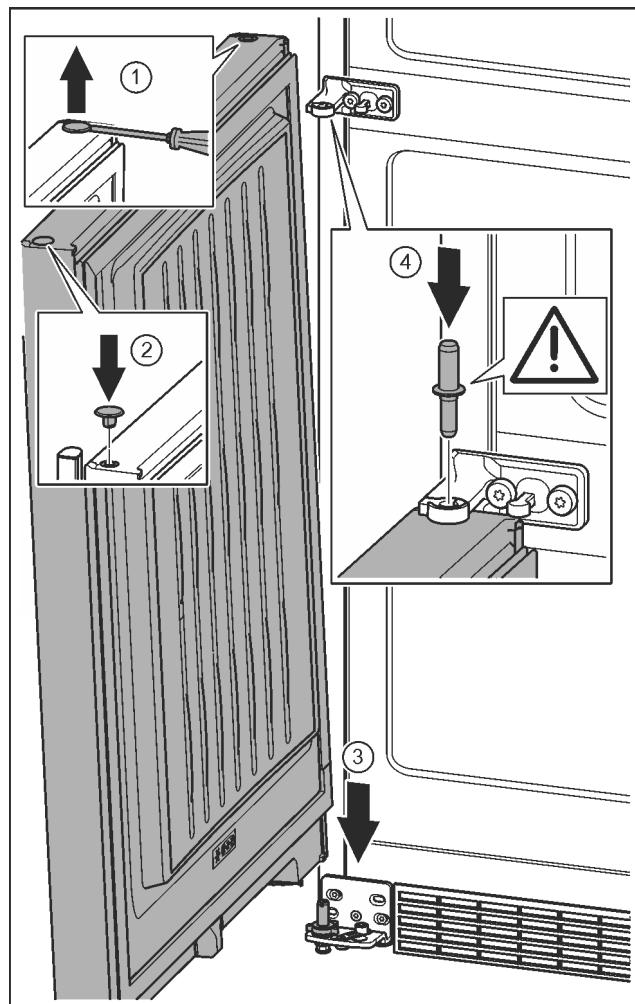

Fig. 23
- ▶ Odvijačem s ravnom glavom oprezno podignite čep i izvadite ga. Fig. 23 (1)
- ▶ Ponovo umetnite čep na drugoj strani vrata. Fig. 23 (2)
- ▶ Stavite vrata odozgo na donji svornjak ležaja. Fig. 23 (3)
- ▶ Umetnute srednji svornjak ležaja kroz srednji podložak ležaja u donja vrata. Pri tome pazite da je ispuštenje za blokiranje okrenuto prema otragu. Fig. 23 (4)